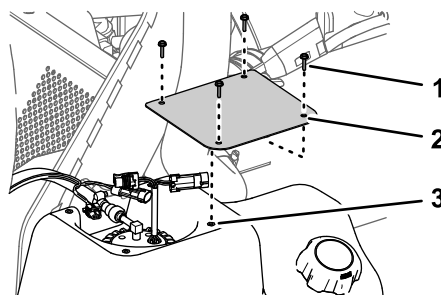

図 86
1. カバーをタンク 図 86に組み付けるステップ 2 燃料ポンプのカバーを外す (ページ 56)で外したねじ #10 x 3/4" 4本を使用する。